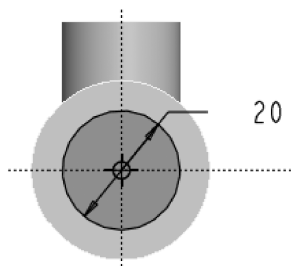
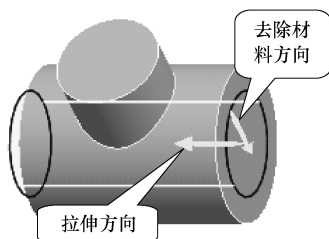

图4-60 草绘同心圆1
图4-61 预览水平孔
(11) 单击【拉伸】按钮，在对话框单击【移除材料】按钮，使其处于按下状态。
(12) 设置水平圆柱的右端面作为草绘平面，选取“TOP”基准面作为草绘方向参照，方向为“顶”，其余使用默认设置，进入草绘界面。
(13) 单击【圆心和点】按钮，绘制圆，将直径修改为“20”，如图4-60所示。
(14) 单击【草绘器工具】工具栏中的【完成】按钮，接受草绘图形，回到设计窗口。
(15) 单击对话框【拉伸深度类型】列表后的按钮，在弹出的列表中选择【穿透】选项，拖动鼠标中键进行几何预览，如图4-61所示。